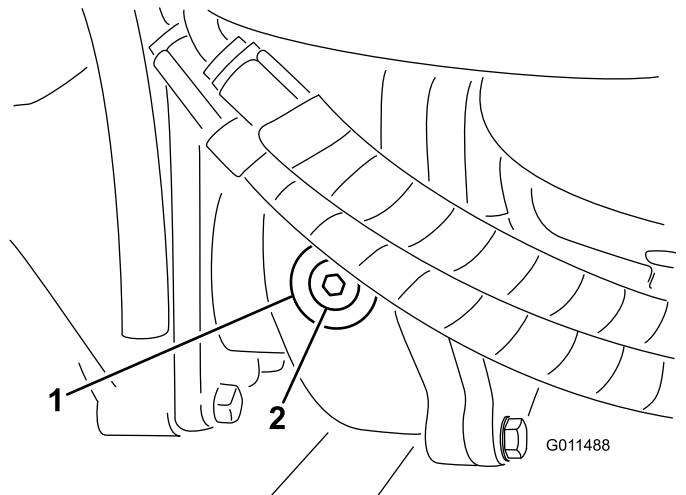

图 69
2. 从齿轮箱的左侧取出检查/注油塞确保润滑剂向上直至孔的底部图 69。